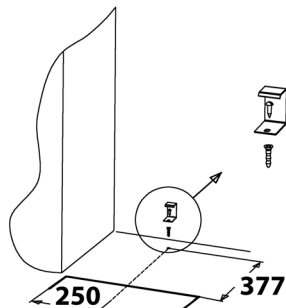

Рис.2 Разметка пола для установки предохранительного кронштейна
- установить плиту на рабочее место, отметить на полу линию по передней стенке плиты и габариты по ширине, как показано на рис. 2;